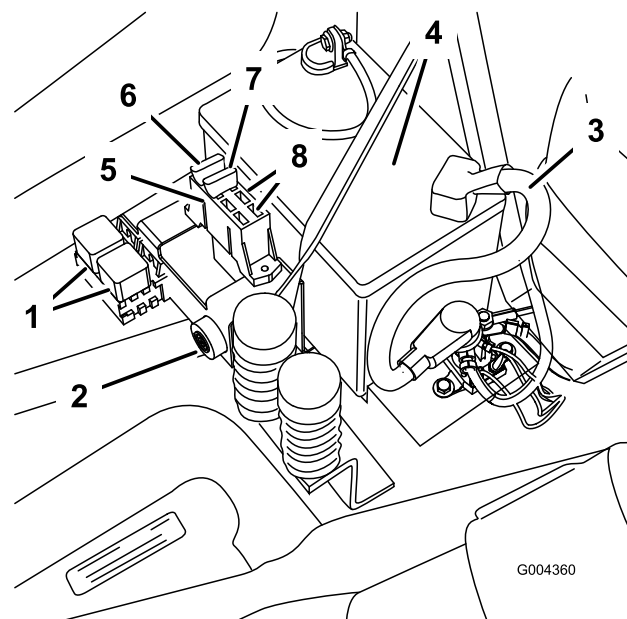

Figura 44
1. Alzate il sedile per accedere al portafusibili (Figura 44).
2. Per sostituire un fusibile, tiratelo (Figura 44) ed estraetelo dall'attacco.